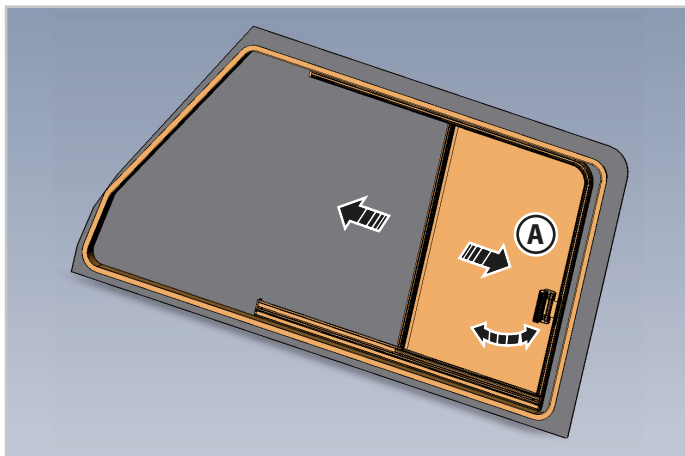

Fig.3.2 - Finestrino scorrevole lato passeggero
1. Premere sul gancio della maniglia posteriore (**A** - Fig.3.2) sgancian-dola dal fermo di tenuta per sbloccare il finestrino.
2. Tirare la maniglia (**A** - Fig.3.2) portando in avanti il finestrino fino alla posizione desiderata.
1. Tirare la maniglia (**A** - Fig.3.2) portando indietro il finestrino nella posizio-ne di chiusura fino al completo aggancio della maniglia al fermo di tenuta.